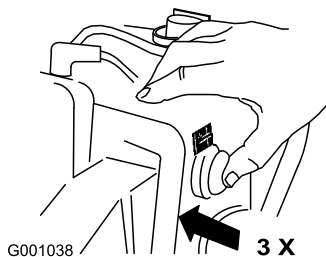

Bild 29
6. Drücken Sie die Kaltstarthilfe dreimal kräftig mit dem Daumen, halten Sie die Kaltstarthilfe jeweils für eine Sekunde gedrückt (Bild 29).